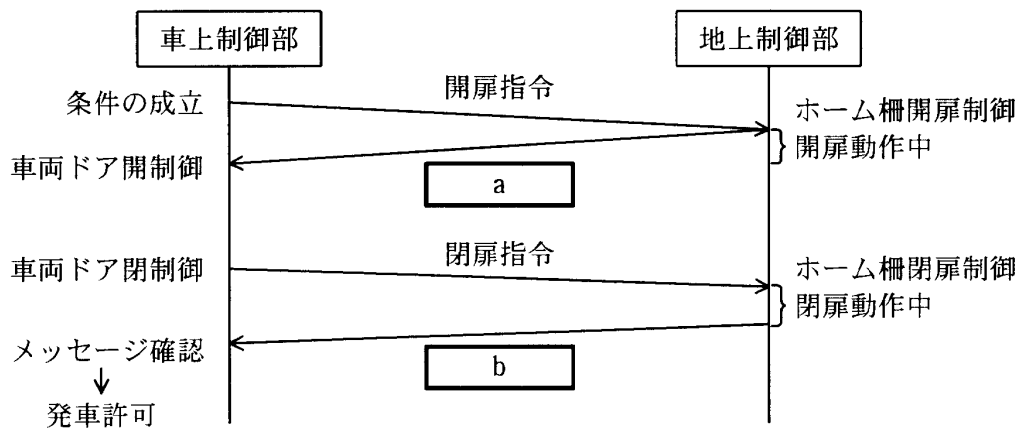

図4 メッセージ交換の時系列シーケンス
- (1) 車上制御部から地上制御部に開扉指令を送るためには、どのような条件の成立を確認する必要があるか。30字以内で述べよ。
- (2) 図4中のメッセージ a , b に入れる適切な字句を答えよ。